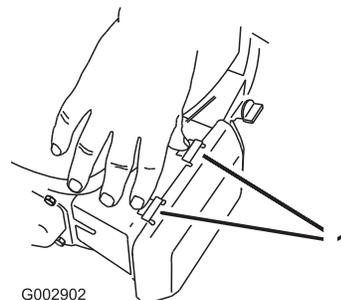

Figure 17
1. Appuyez sur les languettes de verrouillage en haut du couvercle du filtre à air (Figure 17).
3. Nettoyez l'élément filtrant du filtre à air (Figure 17).